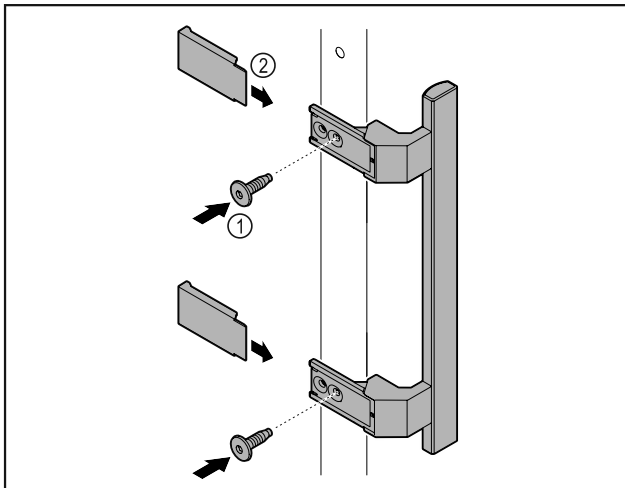

Fig. 6
- ▶ Τοποθετήστε τη λαβή από τη συσκευασία με τις βίδες Fig. 6 (1) στην πόρτα.
- ▶ Τοποθετήστε το κάλυμμα Fig. 6 (2).